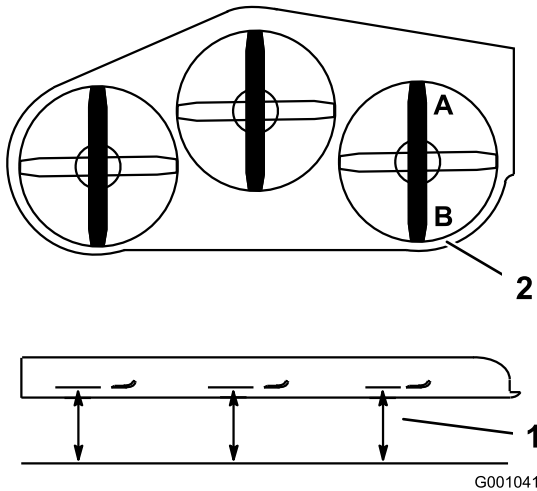
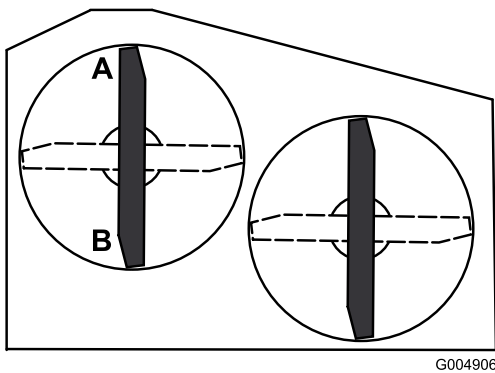

Figure 65
Figure 66
2. Tournez une lame dans le sens longitudinal. Mesurez la distance aux points **A** et **B** entre une surface plane et le bord coupant des pointes des lames (Figure 65 ou Figure 66). Pour les tabliers de coupe de 36 pouces, reportez-vous à la Figure 66.
4. Tournez les lames dans le sens longitudinal. Mesurez la distance aux points **C** et **D** (Figure 65) entre une surface plane et le bord coupant des lames.